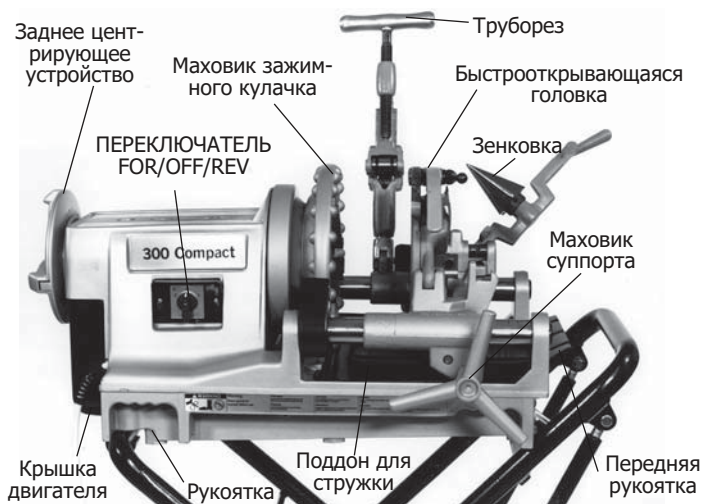

Рисунок 6 – Резьбонарезной станок 300 Compact
1. Убедитесь, что станок отключен от сети, а выключатель находится в положении OFF (рисунок 6).